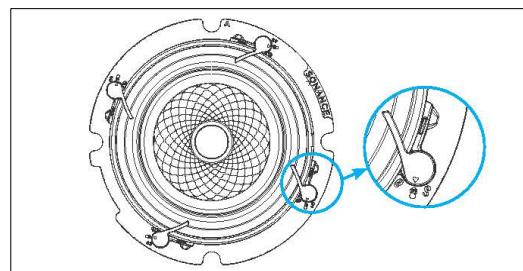

図 11: ラッチを中間の [HOLD] 位置に移動する。
10. スピーカーモジュールの Flex Frame ラッチを親指で押し、中間の [HOLD] 位置に回転させてください (図 11 参照)。